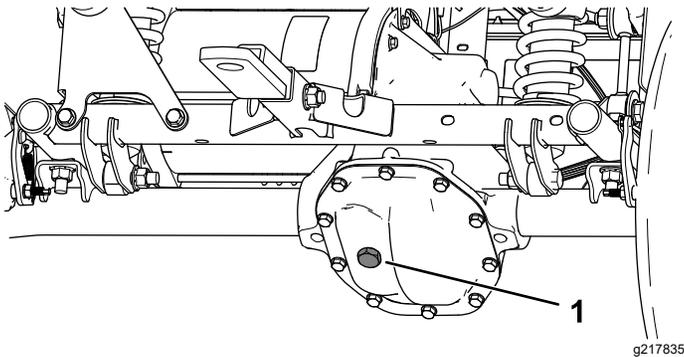

Figure 54
4. Enlevez le bouchon de remplissage de la boîte-pont (Figure 54).
5. Si le niveau de liquide est trop bas, enlevez le bouchon de remplissage et ajoutez le liquide spécifié jusqu'à ce qu'il ressorte par l'orifice (Figure 54).
4. Retirez le bouchon de remplissage de la boîte-pont et remplissez celle-ci avec le liquide spécifié jusqu'à ce qu'il ressorte par l'orifice de remplissage (Figure 54).